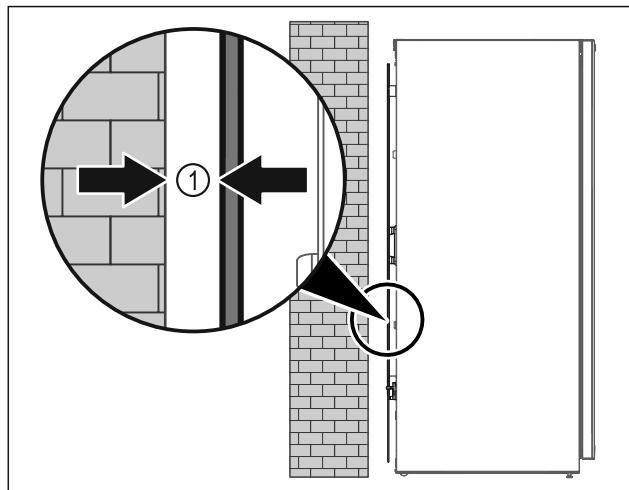

Fig. 9
- Instalaţi aparatul fie liber în încăpere sau direct la un perete cu o distanţă minimă de 5 mm Fig. 9 (1).